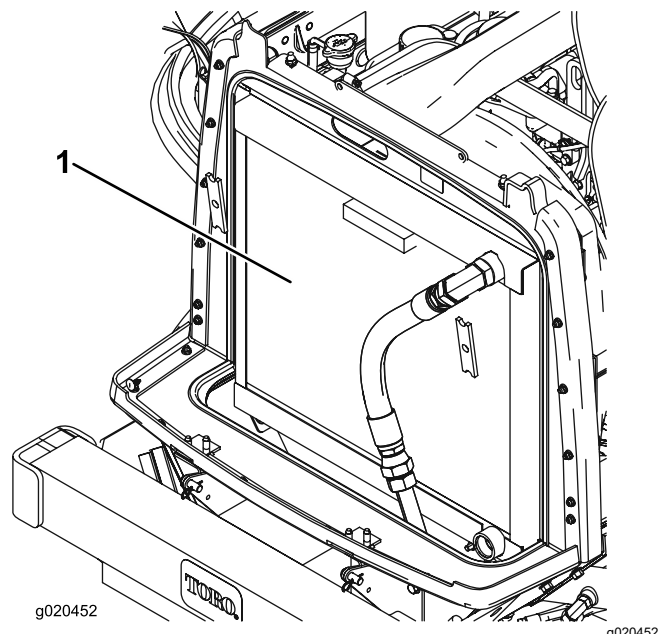

図 112
3. オイルクーラとラジエーターの裏表を圧縮空気で丁寧に清掃する 図 112。